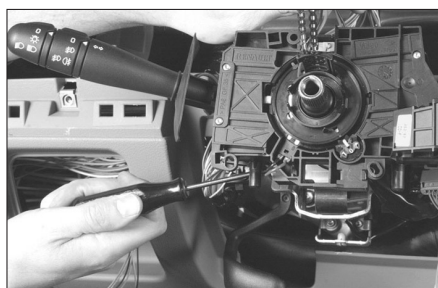
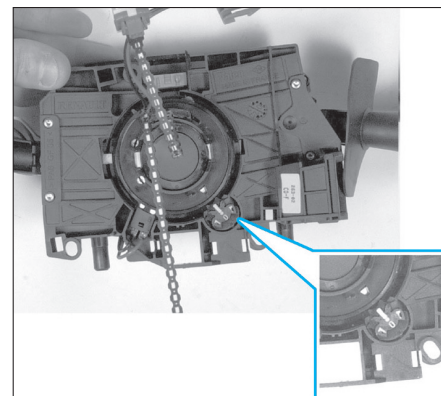

Fig. 4
Fig. 5
- la vis de fixation du contacteur tournant/commodo (Fig.4) ainsi que les connecteurs et les déposer en prenant soin de ne pas le tourner (repères alignés) (Fig.5),